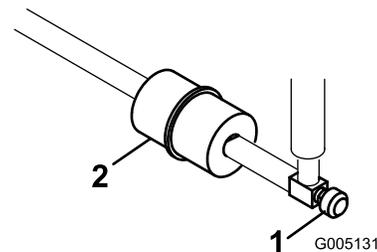

図 46
燃料フィルタはインライン・タイプで、燃料タンクとキャブレタの間にあります 図 46。フィルタに付いている矢印をエンジンの方に向けて取り付けてください。
1. 燃料バルブを閉じ、フィルタのキャブレタ側についているホースクランプをゆるめ、燃料ラインからフィルタを外す 図 46。
2. フィルタの下に容器を置き、もう一方のクランプも外してフィルタを取り出す 図 46。